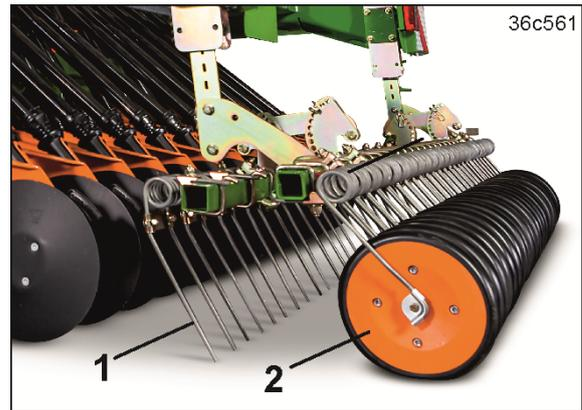

Рис. 88
- зубья-загортачи (Рис. 88/1);
- прижимные диски (Рис. 88/2).